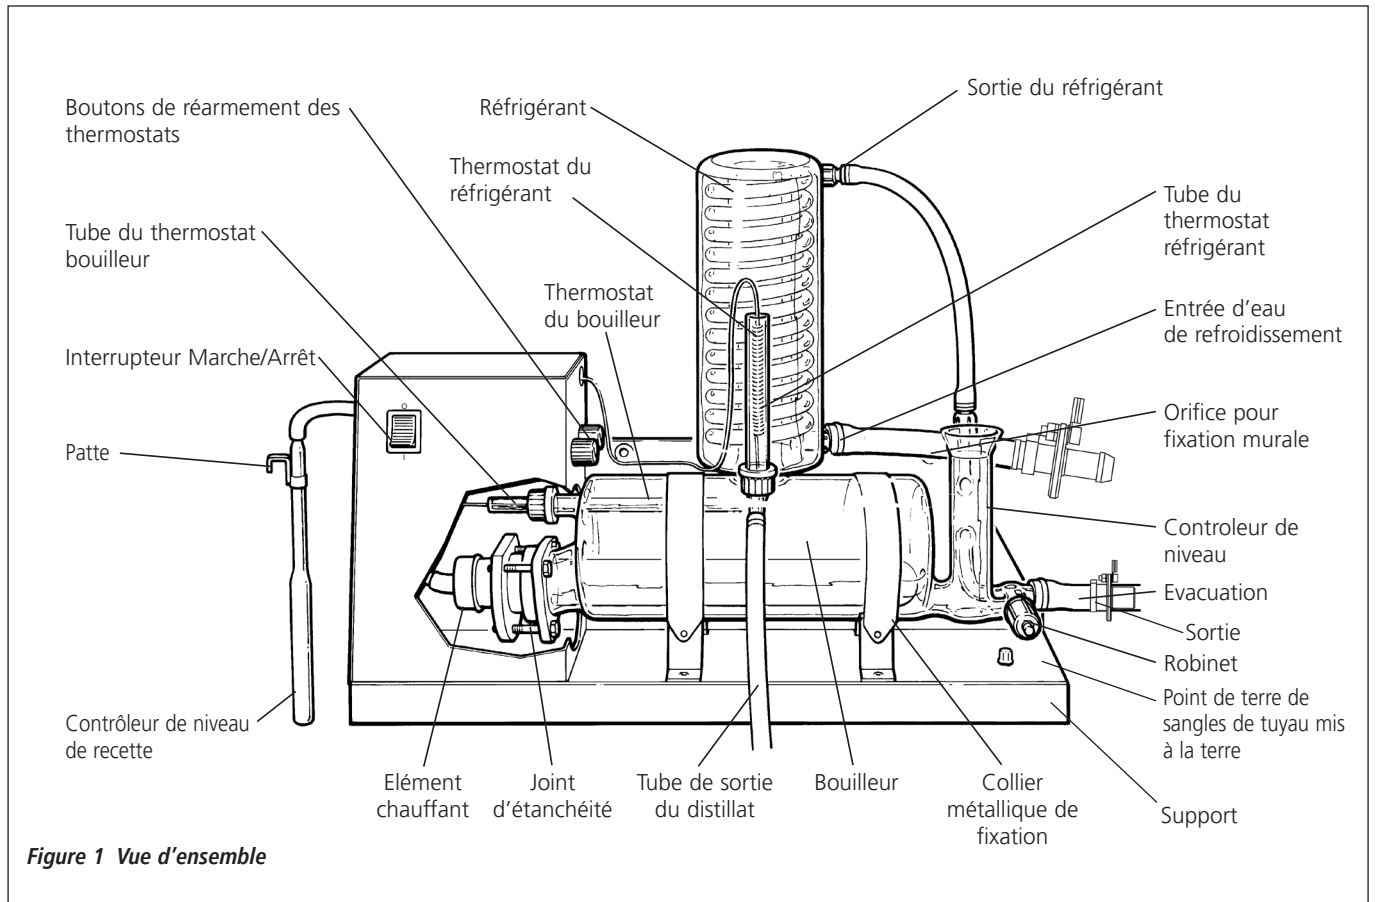

Figure 1 Vue d'ensemble
2. Switch on the heating element. The on/off switch is located on the front panel - see **figure 1**.
8. Dans le kit de flexibles, prenez une longueur de flexible de 8 mm avec les connecteurs filetés en plastique à chaque bout. Selon la figure 1, vissez un côté du flexible sur la sortie du condenseur (supérieure) et l'autre sur le filetage en verre du contrôleur de niveau constant.
16. Prendre le contrôleur du niveau de recette et enfiler l'extrémité du tuyau caoutchouc sur la tétine située sur le panneau latéral. Voir **figure 1**.
2. Assurez-vous que le fil de terre est bien connecté au point de terre - voir fig. 1 et 4c.
4. Assurez-vous que le fil de terre est connecté au point de terre - voir fig. 1 et 4c.